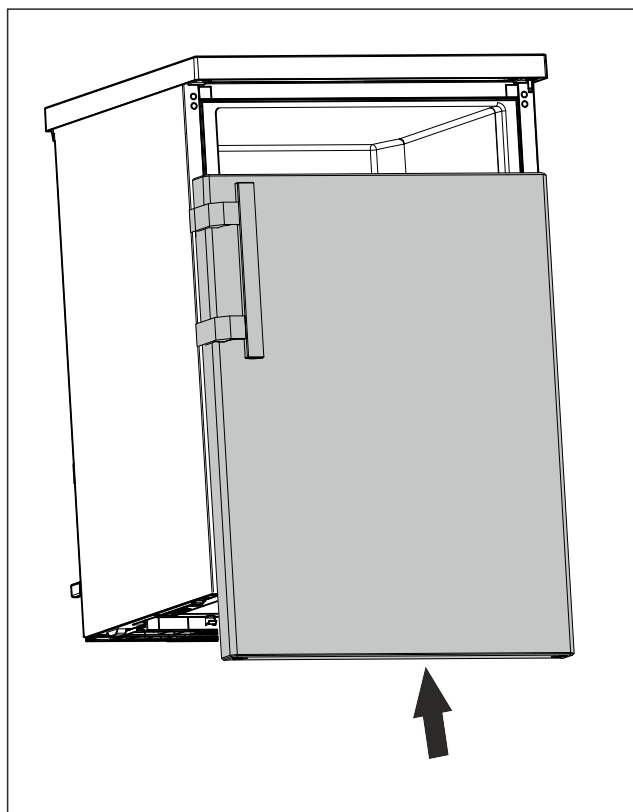

Fig. 23
- ▶ У закритому стані насуньте дверцята на верхній болт. (див. Fig. 23)